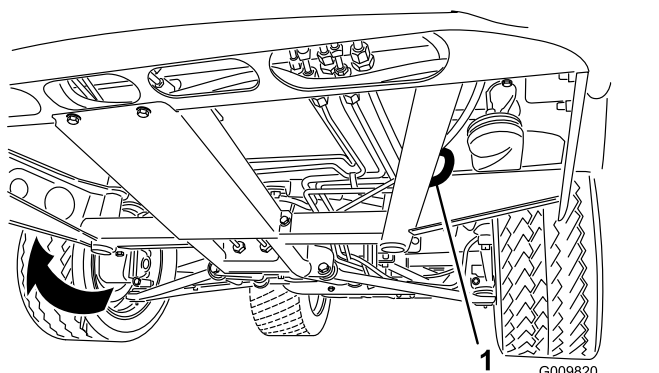
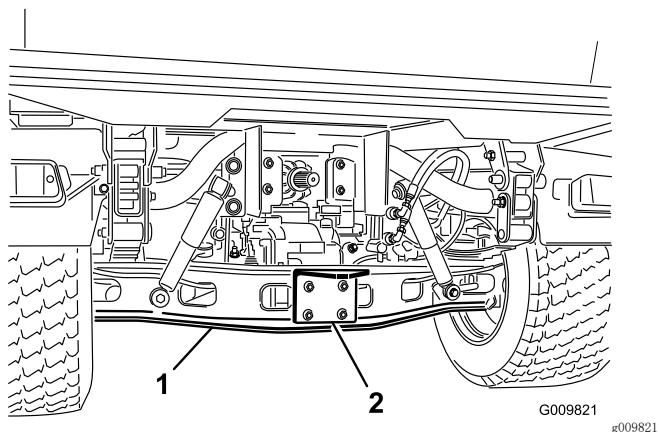

图19
图20
请参阅图19和图20，查看机器栓系点的位置。
1. 将拖绳系在机器机架前面的牵引杆上（图19）。